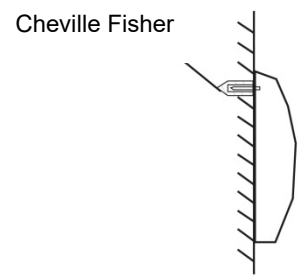

Figure 3
4. Installer l'appareil au mur (figure 3).